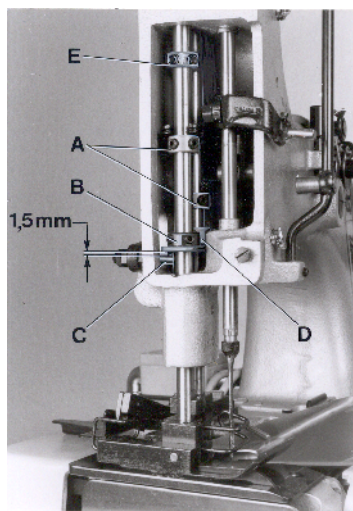
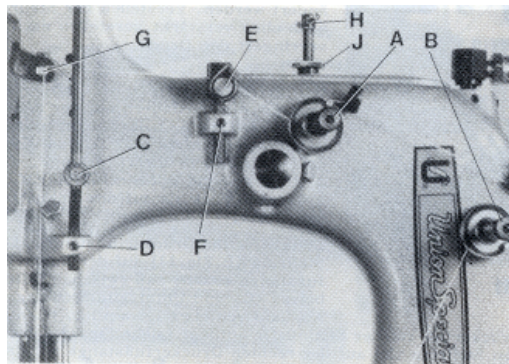

Fig. 11
Fig.12
Rotate the pulley until the feed dog is below the throat plate. Remove the face cover left on machine arm and turn out the T-screw (H, Fig. 12) on the top of the machine arm, until it does not exert any pressure on the leaf springs. In this position, the pressure exerted on the presser foot, should be just strong enough to keep it flat on the throat plate. By relocating the collars (A, Fig. 11), which serve as a leaf spring rest, on the left and right presser bar, the pressure can be changed. Raising the collars increases the pressure, lowering the collars decreases the pressure.
Set the presser bar lifter collar (B, Fig. 11) on the left presser bar so, that there is a distance of approx. 1.5 mm (1/16") between lifter lever stud (C) and lower surface of the lifter collar (B), when the presser foot rests on the throat plate (see Fig. 11). Set the collar (D) on the right presser bar close to the fork of the presser bar lifter collar (C) on the left presser bar.
Drehen Sie an der Riemenscheibe bis der Transporteur unter der Stichplatte steht. Entfernen Sie den Stirndeckel links am Maschinenarm und drehen Sie die Knebelschraube (H, Fig. 12) oben auf dem Maschinenarm soweit heraus, daß sie nicht mehr auf die Blattfedern drückt. In dieser Stellung soll der Druck auf den Drückfuß gerade noch so stark sein, daß er auf der Stichplatte aufliegt. Durch Verstellen der als Blattfederauflage dienenden Stellringe (A, Fig. 11) auf der linken und rechten Drückfußstange kann der Druck verändert werden. Verstellen der Stellringe nach oben verstärkt, verstellen nach unten verringert den Druck.
Stellen Sie den Drückfußstangen-Lifterstellring (B, Fig. 11) auf der linken Drückfußstange so ein, daß zwischen Lifterhebelbolzen (C) und Unterseite Stellring (B) ein Abstand von etwa 1,5 mm ist, wenn der Drückfuß auf der Stichplatte aufliegt (siehe Fig. 11). Stellen Sie den Stellring (D) auf der rechten Drückfußstange so, daß er an der Gabel des Drückfußstangen-Lifterstellrings (B) auf der linken Drückfußstange anliegt.
On styles 80800TL and TAL set the collar (D, Fig. 11) on the right presser bar approx. 2.5 mm (7/64") above the fork of the presser bar lifter collar (B). This effects, when lifting the presser foot, that the left presser foot part is lifted first by approx. 2.5 mm (7/64"), before the right presser foot part will lift too.
The presser foot lift is limited with the upper stop collar (E, Fig. 11) on the left presser bar. When the needle is in its lowest position and the presser foot is lifted with presser foot bottom tilted up, the needle bar respectively needle clamp nut should not contact the presser foot bottom. Set collar (E) accordingly.
Now turn in T-screw (H, Fig. 12) until the necessary presser foot pressure for proper feeding is exerted (determine by sewing tests). Secure this setting with the knurled nut (J), which simultaneously fastens the upper arm cover. Remount the face cover.
The tension (A, Fig. 12) on the needle thread should be fairly strong to produce uniform stitches. On the two thread double locked stitch styles the tension (B) on the looper thread should be barely sufficient to steady it.
On the two thread double locked stitch styles 80800R, RL, TL, TAL, U, UA, UL and UAL, the height of the needle thread take-up roller (C, Fig. 12) is set so, that the needle thread on the downstroke of the needle just contacts the roll at the time the needle thread loop is released from the looper. Loosen screw (D) and set the needle thread take-up roller accordingly. Retighten screw (D).
Bei den Maschinen 80800TL und TAL stellen Sie den Stelling (D, Fig. 11) auf der rechten Drückerfußstange etwa 2.5 mm über die Gabel des Drückerfußstangenlifter-Stellings (B). Dadurch wird beim Liften des Drückerfußes zuerst das linke Drückerfußteil etwa 2.5 mm angehoben bevor das rechte Drückerfußteil mit anhebt.
Der Hub des Drückerfußes wird mit dem Anschlag-Stelling (E, Fig. 11) oben auf der linken Drückerfußstange begrenzt. Wenn die Nadel in der untersten Stellung ist und der Drückerfuß mit dem Drückerfuß-Lifterhebel angehoben und die Drückerfußsohle nach oben gekippt wird, darf die Nadelstange bzw. Nadelstangenmutter die Drückerfußsohle nicht berühren. Stellen Sie den Stelling (E) entsprechend ein.
Nun drehen Sie die Knebelschraube (H, Fig. 12) so weit ein, daß der zum einwandfreien Transport notwendige Drückerfußdruck erzeugt wird (durch Nähversuche ermitteln). Sichern Sie diese Einstellung mit der Rändel-Kontermutter (J), mit der gleichzeitig der obere Armdeckel befestigt wird. Montieren Sie den Stirndeckel wieder.
Die Spannung (A, Fig. 12) auf den Nadelfaden soll so stark sein, daß eine gleichmäßige Stichbildung erreicht wird. Bei den Zweifaden-Doppelkettenstichmaschinen soll die Spannung (B) auf den Greiferfaden ganz gering sein, so daß der Faden gleichmäßig gleitet.
Bei den Zweifaden-Doppelkettenstichmaschinen 80800R, RL, TL, TAL, U, UA, UL und UAL wird die Höhe der Nadelfadenabzugsrolle (C, Fig. 12) so eingestellt, daß der Nadelfaden beim Niedergehen der Nadel, die Rolle zu dem Zeitpunkt gerade berührt, wenn die Nadelfadenschlinge vom Greifer freigegeben wird. Lösen Sie die Schraube (D) und stellen Sie die Nadelfadenabzugsrolle (C) entsprechend ein. Ziehen Sie die Schraube (D) wieder an.